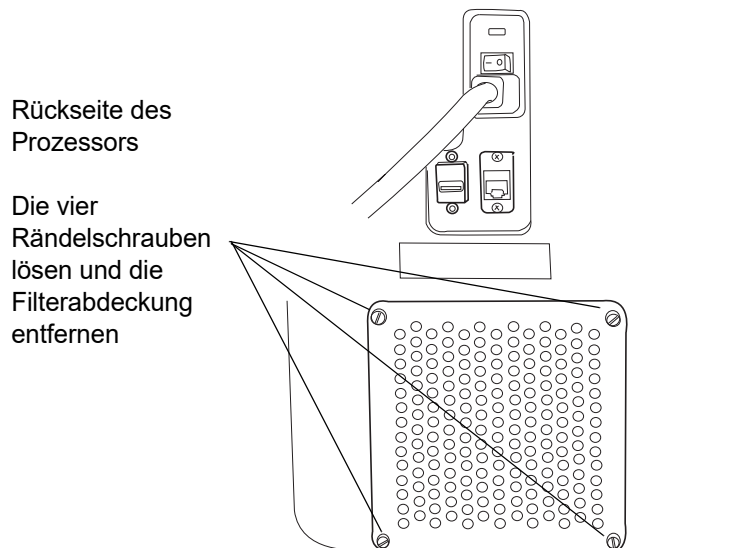

Abb. 4-9 Entfernen der Filterabdeckung
1. Die Rändelschrauben lösen, mit denen die Zugangsabdeckung befestigt ist. Beiseite legen. (Siehe Abb. 4-9.)